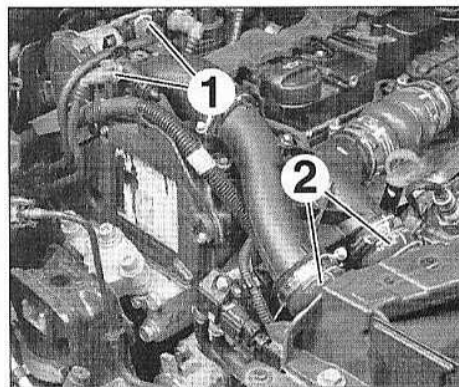

FIG.1
- Débrancher les raccords (1) des canalisations d'alimentation et de retour de carburant (Fig.1).
- Déposer les conduits d'air (2).